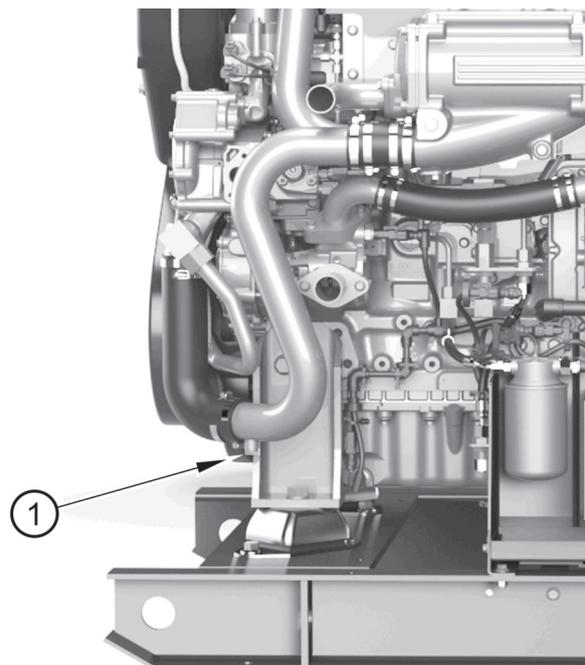

Figure 6
2. Retirez le bouchon de vidange (figure 6, repère 1) du tuyau d'échangeur thermique.